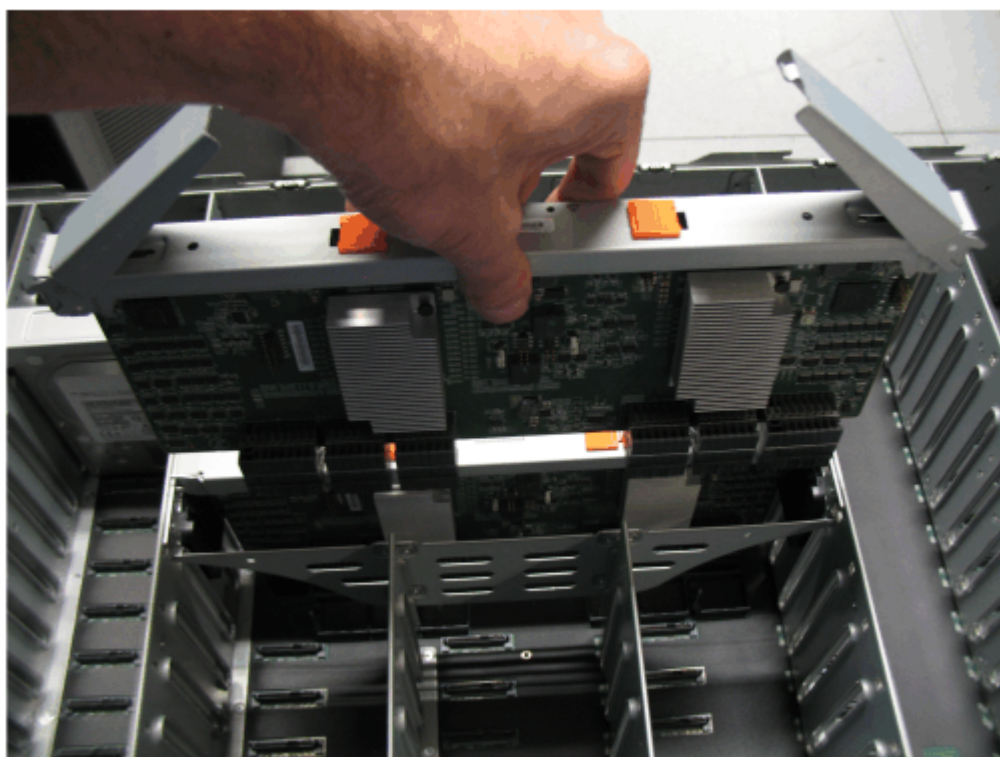

Figura 115. Remova o módulo do expensor secundário
4. Levante o módulo do expensor secundário cuidadosamente para fora do gabinete, conforme mostrado em Figura 115 na página 104.